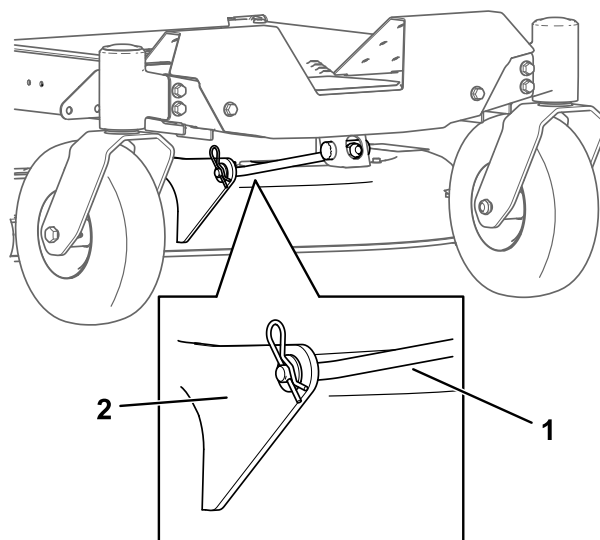

Figura 71
5. Remova o perno de gancho da barra de suporte da frente e remova a barra do suporte da plataforma (Figura 71).
8. Coloque a barra de suporte frontal na plataforma do cortador com o pino de segurança e perno de gancho (Figura 71).